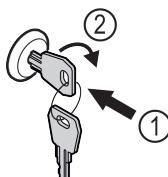

Fig. 171
- Вдавити ключ. Fig. 171 (1)
- Повернути ключ на 90° за годинниковою стрілкою. Fig. 171 (2)